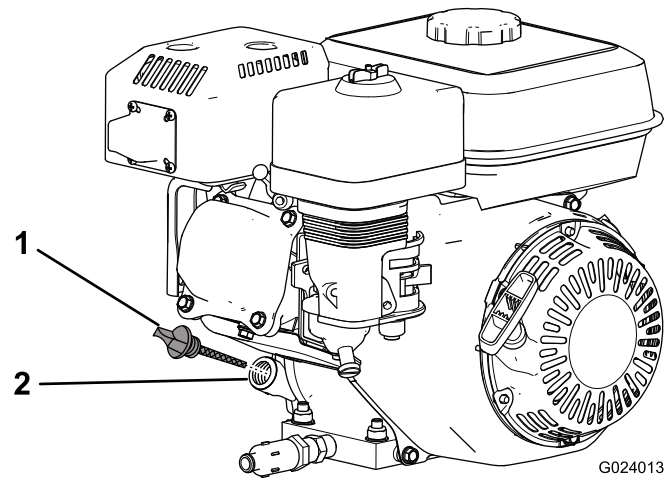

Bild 17
2. Stellen Sie den Motor ab, warten Sie, bis er abgekühlt ist, und reinigen Sie dann den Bereich um den Ölfülldeckel bzw. den Peilstab (Bild 17).